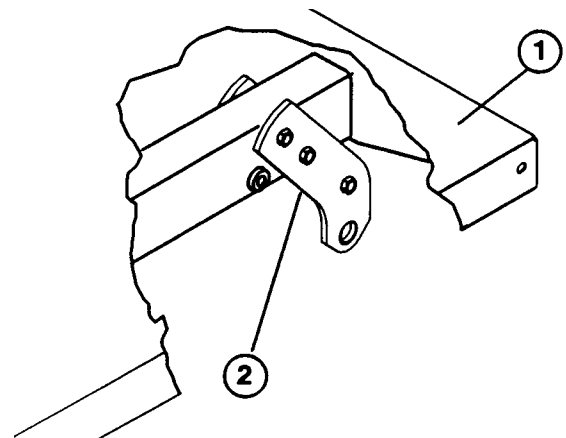

Bild 4
3. Die hinteren Gelenklaschen mit einem Gelenkrohr, 3/8-16 x 3-3/4" Sechskantschraube und Sperrmutter locker zusammenbauen, wobei die auf Bild 4 gezeigten Löcher zu verwenden sind.
ANMERKUNG: Bei Workman 3000 mit Vollmulde ist sicherzustellen, daß die hinteren Gelenklaschen so mit dem Muldenrahmen/U-Profil verschraubt sind, daß das untere Ende nach hinten abgeschrägt ist (Bild 4).